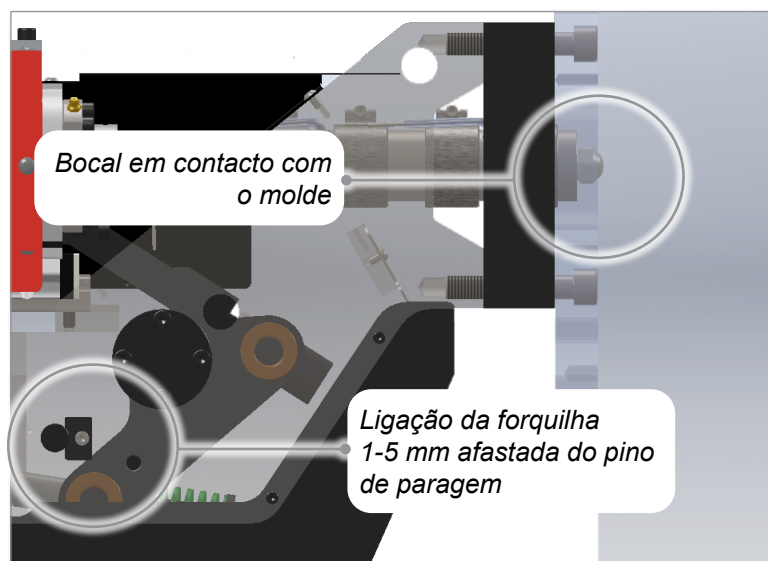

Figura 10-2 Bocal em contacto com o molde
7. Utilize o parafuso de ajuste para mover o bocal para a frente até tocar na entrada do coletor, conforme mostrado na Figura 10-2.